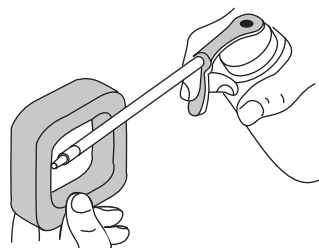

Figure 32
4. Aplique suficiente aceite limpio de motor SAE 30 para recubrir ligeramente el filtro (Fig. 32).